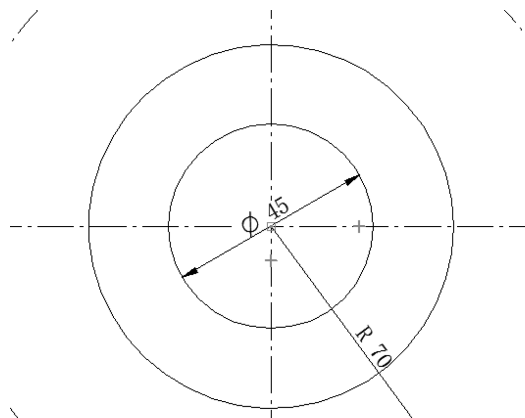

图 6-95 放置视图
(5) 在图纸的点画线中间的位置单击确定圆的位置，如图 6-95 所示。